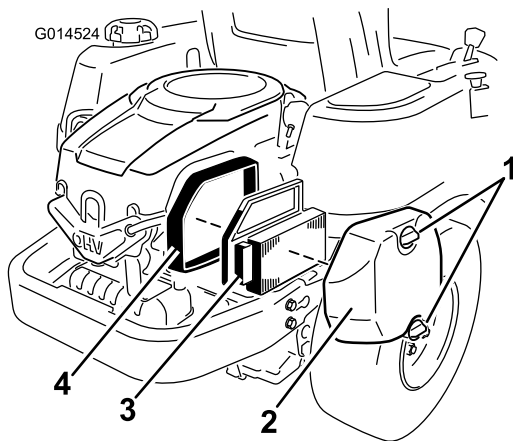

Figure 27
1. Déposez le couvercle du filtre à air (Figure 27).
2. Sortez l'élément du filtre à air avec le joint en caoutchouc intégré (Figure 27).
5. Installez l'élément en papier, côté plissé à l'extérieur, et engagez le joint en caoutchouc sur les bords de la base du filtre à air (Figure 27).
6. Reposez et fixez solidement le couvercle du filtre à air à l'aide des deux boutons (Figure 27).